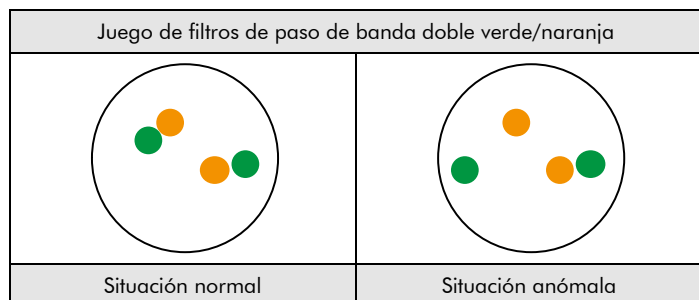

Fig. 2: Resultados previstos en núcleos normales y anómalos
**Situación normal:** En las interfases de células normales o células sin una translocación que afecte a la región del gen BCL6, aparecen dos señales de fusión verdes o naranjas (ver Fig. 2).
**Situación anómala:** Una región del gen BCL6 afectada por una translocación se indica mediante una señal verde independiente y una señal naranja independiente (ver Fig. 2).